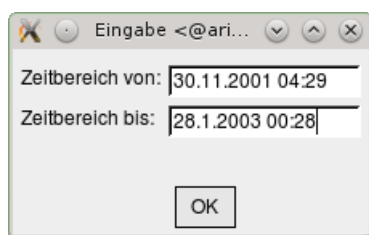

Abbildung 12.5: Eingabe des genauen Zeitbereichs für die Volumenberechnung
3. Nach dem zweiten Klick erscheint ein Eingabefenster, in dem Sie den angeklickten Zeitbereich ändern können (↔ Abb. 12.5).